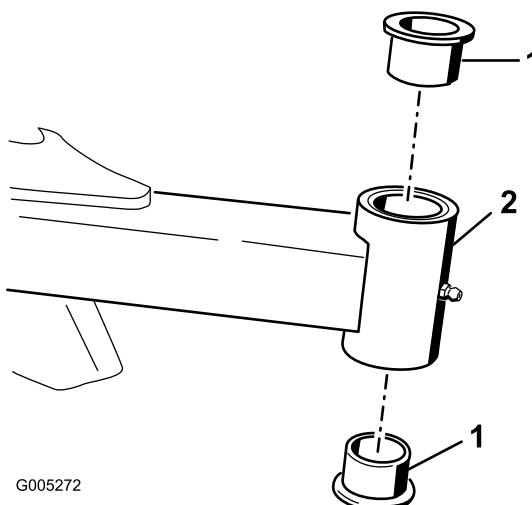

Figura 17
- Introduza um punção para cavilhas na zona superior ou inferior do tubo de montagem e retire o casquilho para fora do tubo (Figura 17). Retire igualmente o outro casquilho do tubo. Limpe o interior dos tubos para remover a sujidade.